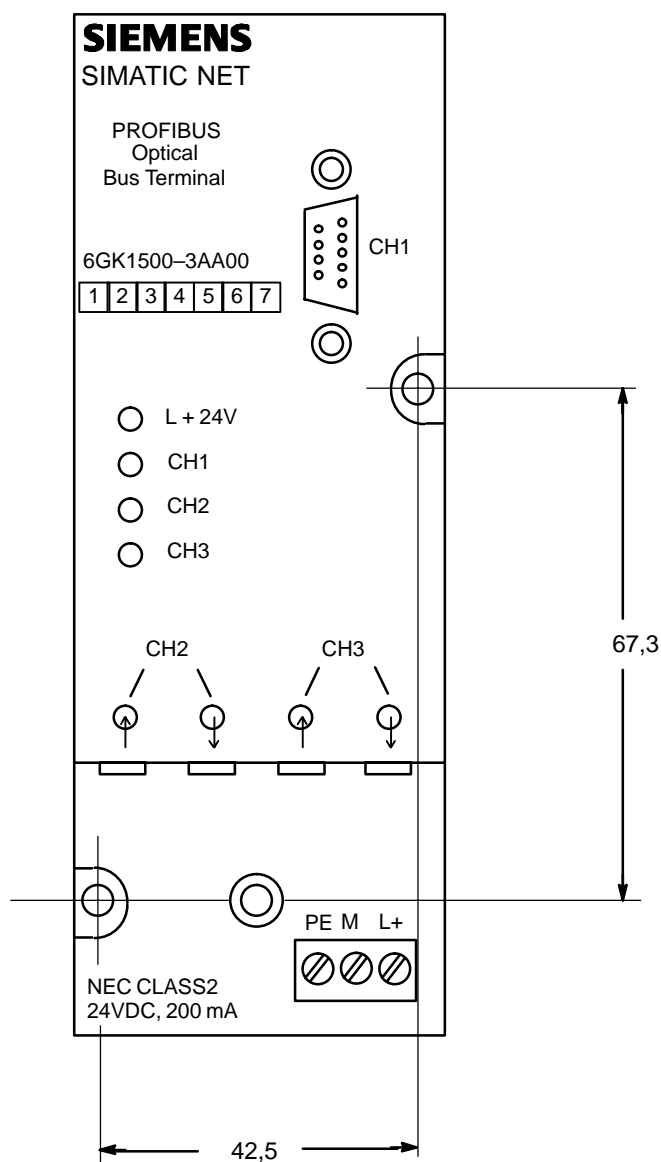

Figura 5-2 Installazione di un modulo su una piastra di montaggio
- Eseguire due fori sulla piastra di montaggio in corrispondenza dello schema di foratura della figura 5-2.